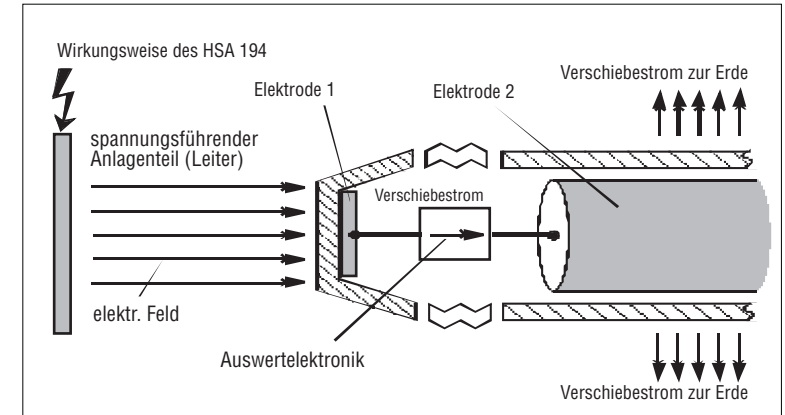

Bild 4: Funktionsprinzip
3.1 Wird der Arbeitskopf des Hochspannungsanzeigers in ein solches elektrisches Wechselfeld gebracht, so fließt über die Meßelektroden E1 und E2 ein Verschiebungsstrom (Kondensatorprinzip), der von der nachgeschalteten Elektronik ausgewertet und angezeigt (optisch und akustisch) wird (siehe **Bild 4**).